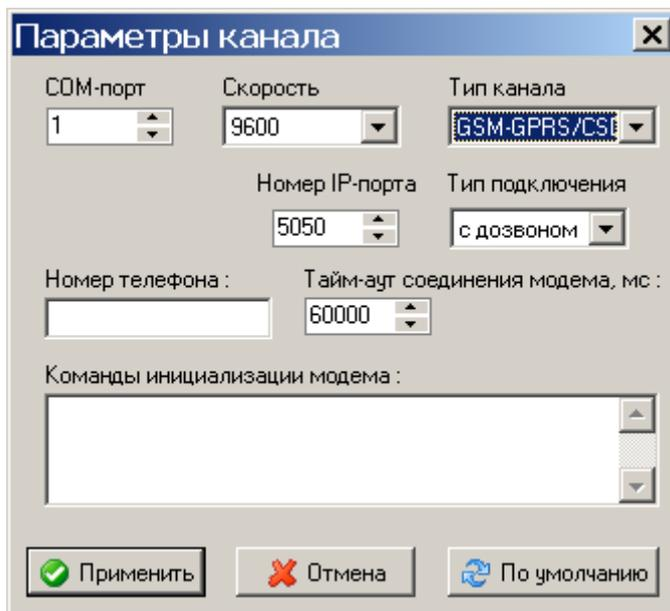

Рисунок 3.4
3.3.1.7 Для каналов GSM-GPRS/CSD в окне *Параметры канала* (рисунок 3.4) необходимо задать номер COM-порта, скорость обмена по COM-порту с GSM-модемом, номер IP-порта, тип подключения к счетчику, номер телефона GSM-модема счетчика, тайм-аут соединения с модемом счетчика и команды инициализации модема.